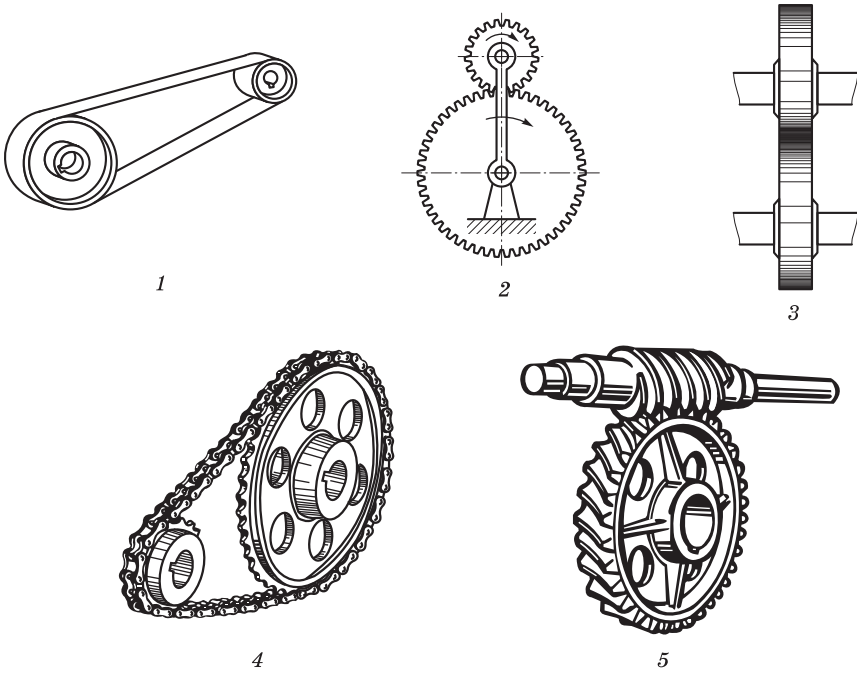

Рис. 1.3. Виды передач:
10. Определите названия передач, показанных на рис. 1.3, и дополните подписуночную подпись.